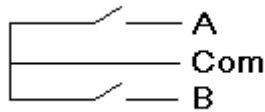

図 1
1. ホイールマウスエンコーダーの端子 A(図 1 参照)と端子 27 (ENCA1)を接続します。
2. ホイールマウスエンコーダーの端子 B(図 1 参照)と端子 28(ENCB1)を接続します。
3. USB マウスと PC を接続し、ホイールマウスエンコーダーの Com(図 1)を 5V と接続します。